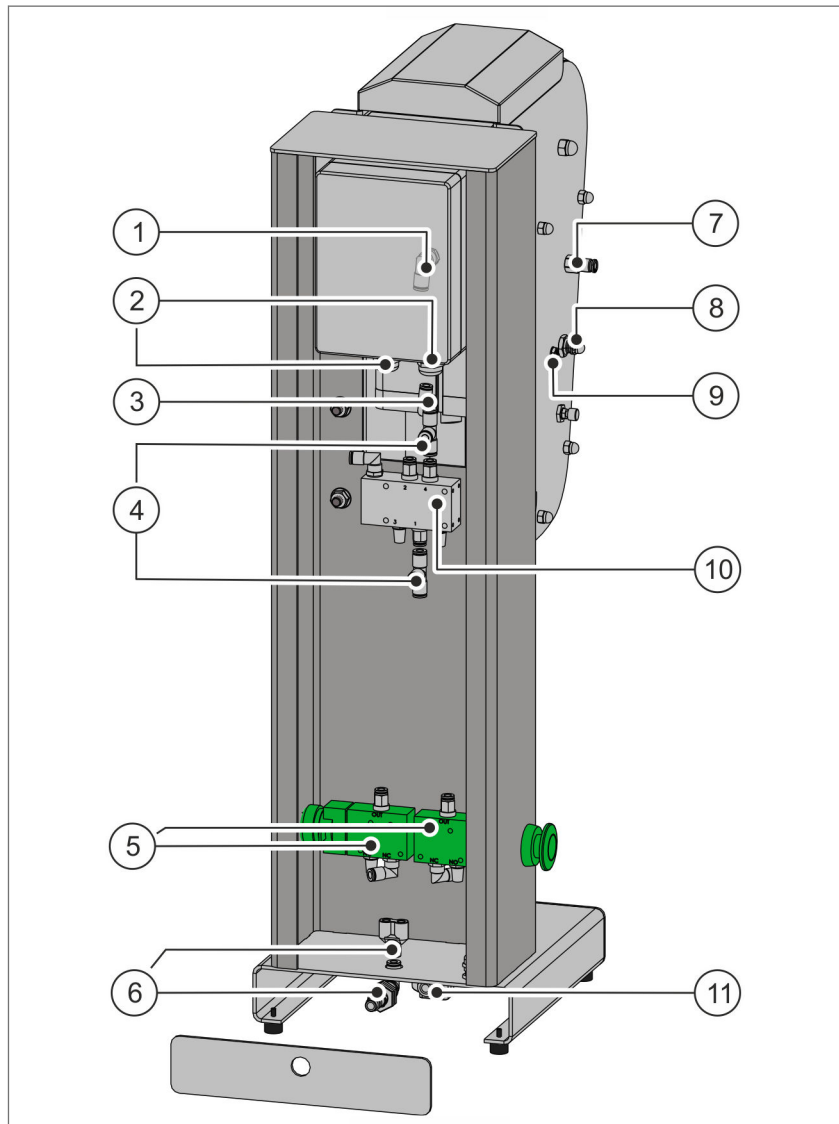

Abb. 10 Anschlüsse am Korkfix SU
Alle Varianten verfügen über einen Druckluftanschluss auf der Rückseite des Gehäuses (Abb. 10/⑥). Über diesen Anschluss werden die beiden Drucktaster und der Hubzylinder angesteuert. Bei den Varianten S und SU werden darüber außerdem die beiden Zylinder an der Rutsche der automatischen Kronkorkenzuführung angesteuert.
Die automatische Kronkorkenzuführung der Varianten S und SU wird über einen elektrischen Anschluss auf der linken Seite des Gehäuses an die Spannungsversorgung angeschlossen (Abb. 10/⑨). Über diesen Anschluss wird die Walze in dem Kronkorkenbehälter angetrieben.
Der automatische Aufschäumer "Ultrasonic" der Varianten U und SU wird über einen elektrischen Anschluss auf der Rückseite des Gehäuses an die Spannungsversorgung angeschlossen (Abb. 10/⑪).